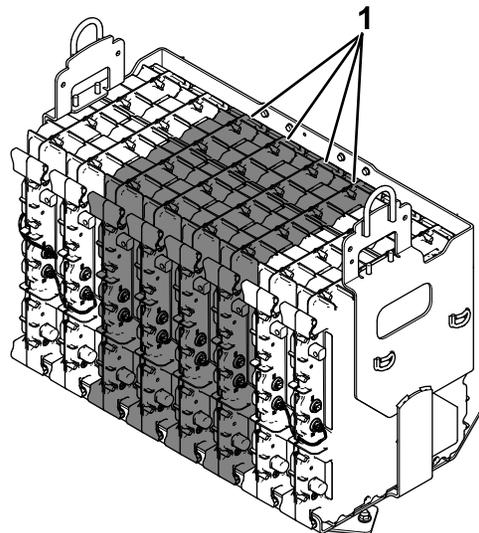

Figura 5
- La Figura 5 mostra 4 batterie installate (15 totali):